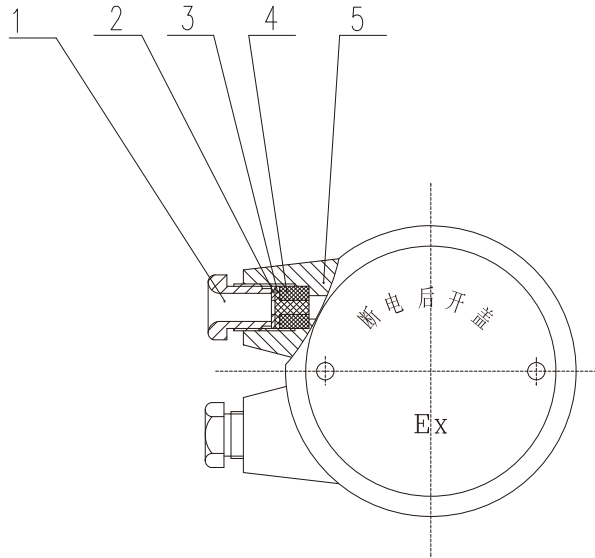

图11 电缆引线密封示意图
(1) 防爆标志标牌应明显地标有“EX”、“deⅡBT5”标志及请“断电后开盖”字样，检查存在于危险场所的爆炸性气体混合物是否符合所述之范围。
(2) 防爆型电磁流量转换器在危险场所使用时，转换器的躯壳盖必须拧紧，为确保使用安全，应严格遵守安全规程，绝对不允许在通电时打开转换器的盖。
(3) 在安装防爆型电磁流量转换器时，应保证电缆的引出口有良好的密封，其结构如图11所示：